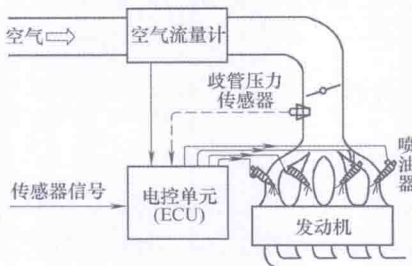

图 1-4 分组喷射
(2) 分组喷射 如图 1-4 所示, 分组喷射是指将各缸的喷油器分成几组, 它是同时喷射的变形方案, 电控单元向某组的喷油器发出喷油或断油指令时, 同一组的喷油器同时喷油或断油。